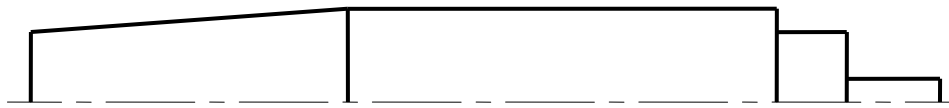

Рис. 2.24
3. Перейти на шар "Контур". Побудувати по розмірам верхню частину валика без фасок та скруглень (рис. 2.24).